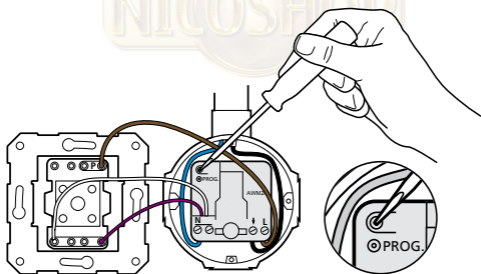

Ilustración 5
- Empuje el botón de programación mínimamente tres segundos, véase ilustración 5. El LED rojo se quede encendido cuando suelte el botón.